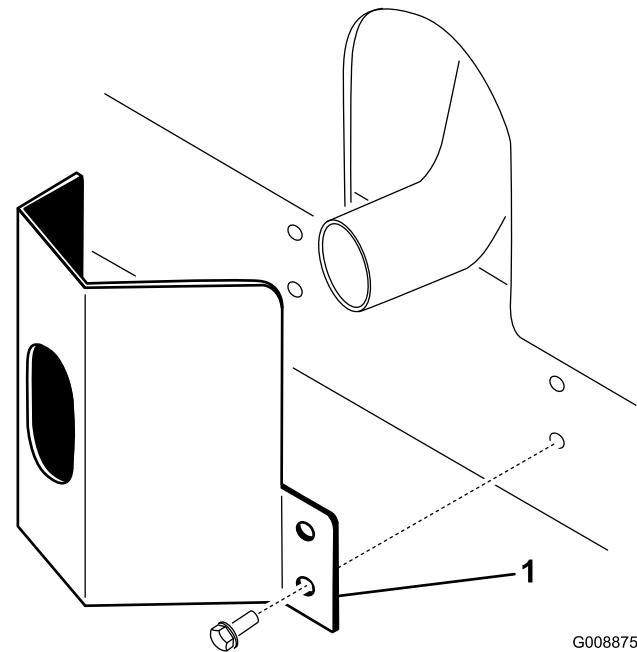

図 11
1. フレームについている取り付け穴に合わせてマフラー部にガードを取り付ける(図 11)。
2. タップネジ4本で固定する(図 11)。